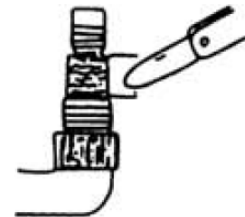

Fig. 3
**Nota Bene:** Per tubi di diametro importante e per ottenere la massima portata di scarico, sarà necessario tagliare (Fig.3) l'estremità del raccordo universale in modo di conservare solo la parte utilizzata.